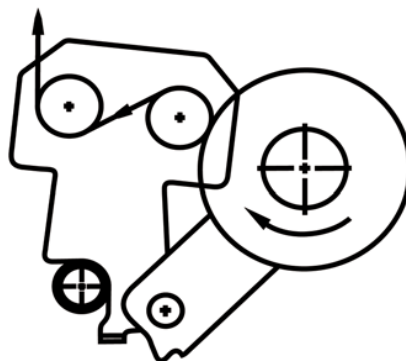

Figure 45. Schéma du parcours du film – vue de dessus
- Tirer le film à travers les rouleaux tenseurs comme indiqué sur le schéma du pictogramme d'information (**fig. 18, fig. 45**).